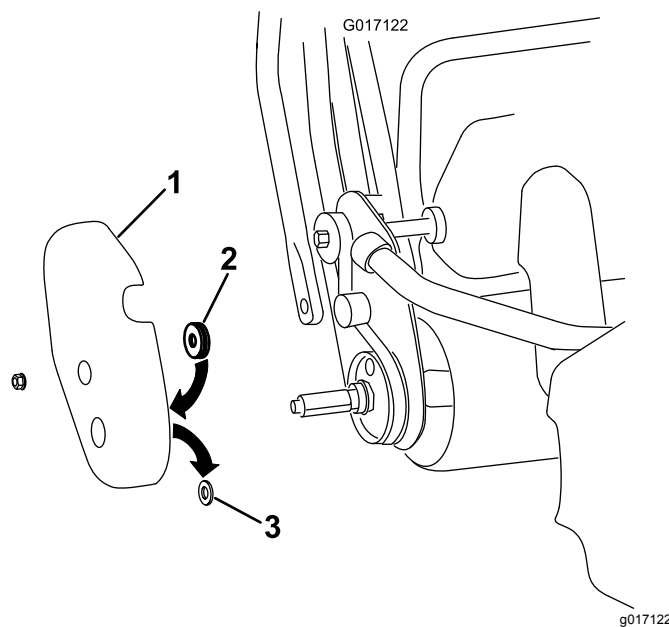

Figure 9
- A. Déposez le couvercle droit de tambour de la machine (Figure 9).
B. Retirez et mettez au rebut l'œillet en caoutchouc situé dans le trou d'essieu du couvercle du tambour (Figure 9).
C. Fixez le joint en feutre à l'intérieur du couvercle, autour du trou d'essieu (Figure 9).